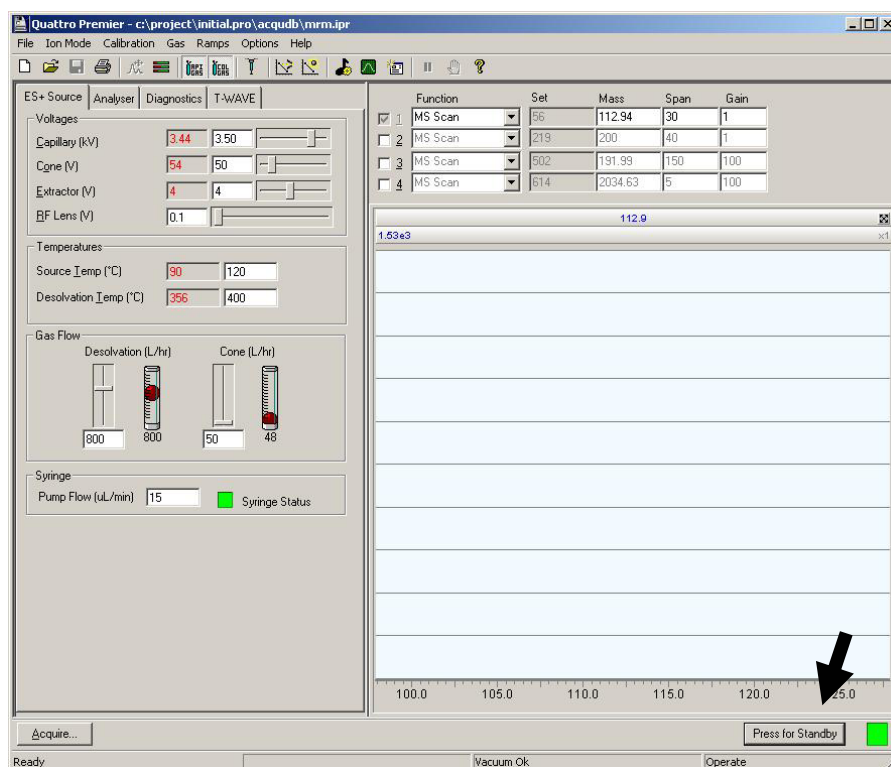

図 47 MS の起動
- (4) 画面右下にある[Press for operate]をクリックします (図 47)。文字が[Press for Standby]に替わり、隣にあるインジケーターが赤色から緑色に変わったことを確認してください。MS 本体の Operate インジケーターも緑色に点灯します。